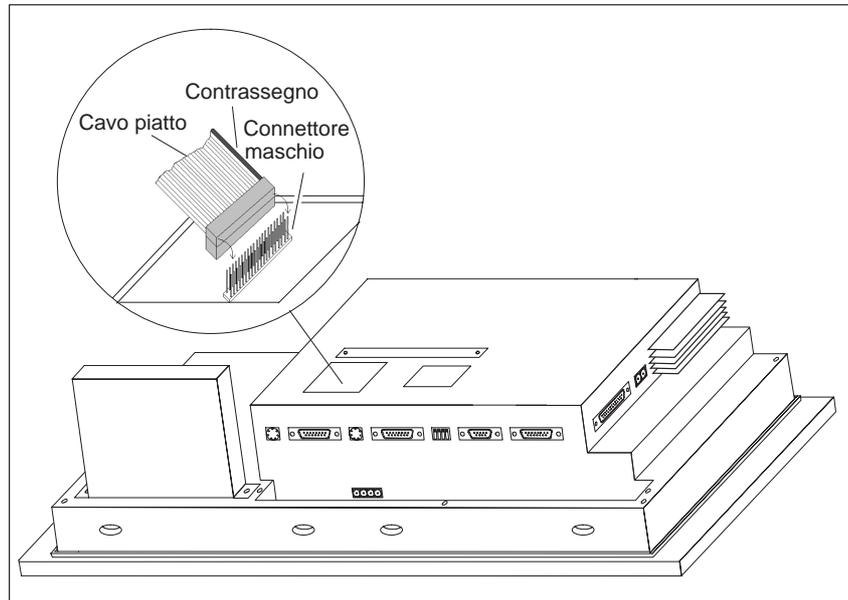

Figura 18-5 Inserimento del connettore del modulo di tasti diretti (esempio OP37)
- Inserire il connettore del cavo piatto del DTM sul connettore maschio dell'OP con la parte colorata rivolta verso il centro dell'apparecchiatura come mostrato (vedi figura 18-5).